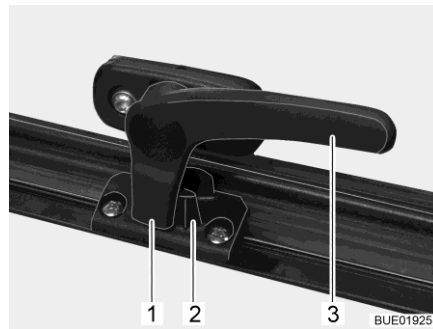

Fig. 11 Levier de verrouillage en position "Fermé"
- Tourner le levier de verrouillage (Fig. 11,3) d'un quart de tour vers le centre de la fenêtre.
- Tourner le levier de verrouillage (Fig. 11,3) d'un quart de tour vers le cadre de la fenêtre. Le tenon de verrouillage (Fig. 11,1) se trouve sur le côté intérieur du verrouillage de fenêtre (Fig. 11,2).
- En position "Fermé" (Fig. 11).